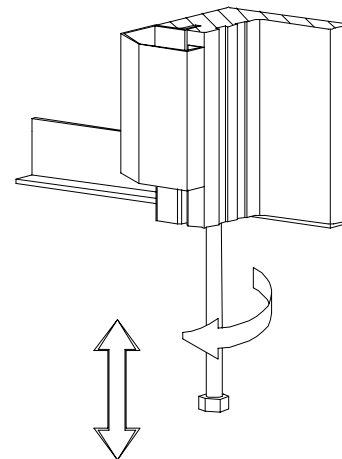

Bild 2.1 Höhenverstellung
- 2.5** Die mitgelieferte Höhenverstellung als Losteil (5), ist am unteren Türstock beidseitig einzuführen. Über die Stellmutter wird der Türstock auf die gewünschte Höhe gebracht. Sie verhindert gleichzeitig ein Senken des Türrahmens. **Bild 2.1**